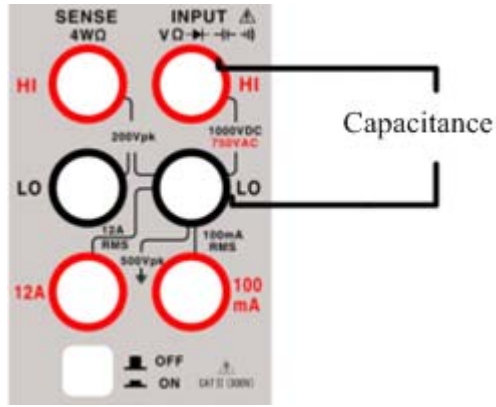

图 2.4.2 电容测量端子连接
2、按图 2.4.2 所示，将红色和黑色测试引线连接到各自的输入端子。